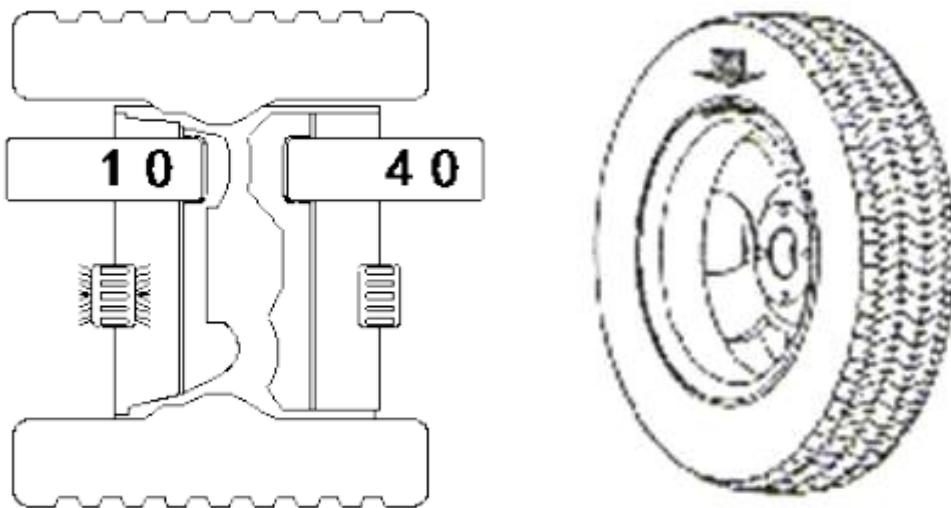

Abb. 2.
6. Drehen Sie nun den Reifen ruhig gegen Uhrzeigersinn bis die Indikatoren 2 und 4 aufleuchten Sobald ein Indikator voll leuchtet, kann an der Seite des leuchtenden Indikators, In diesem Fall Indikator 3 (Innere Seite der Felge), Blei an der Felge platziert werden! Befestigen Sie das Blei auf 12 Uhr an der oberen inneren Seite der Felge. Zu sehen bei Abbildung 2: